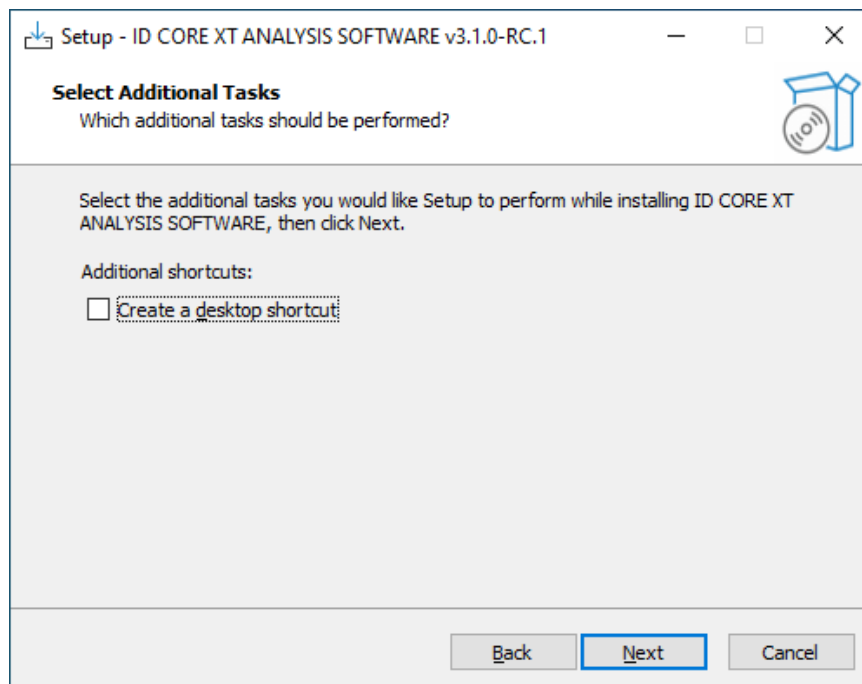

Figura 3. Paso de tareas adicionales de ID CORE XT ANALYSIS SOFTWARE
5. El paso de **tareas adicionales** de ID CORE XT ANALYSIS SOFTWARE (Figura 3) requiere que el usuario seleccione si desea crear un icono en el escritorio o no.